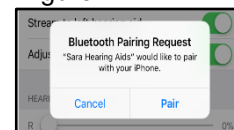

Figure 12
6. Une fenêtre de demande de jumelage s'affiche pour chaque appareil. Sélectionnez **Pair** (Jumeler) (Figure 12).